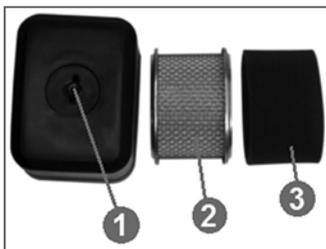

Рис. 21 Конструкция воздушного фильтра
- Открутите барашковую гайку (1) и снимите крышку воздушного фильтра (Рис.21).